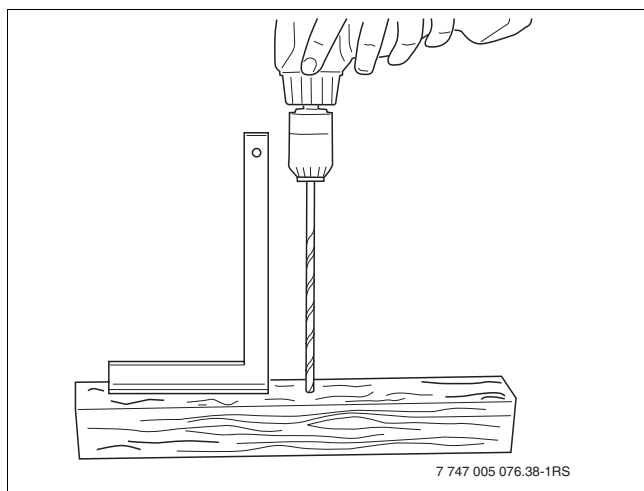

Fig. 36 Elaborar una plantilla para taladrar
i Con la broca para madera, taladrar exactamente en un ángulo de 90° a través de la construcción inferior del tejado para obtener posteriormente una superficie plana de colocación entre el caballete de soporte y el perfil. Para ello es conveniente elaborar una guía o plantilla para taladrar. Tomar una madera escuadrada de aprox. 0,50 - 1,00 m. Taladrar un agujero pasante (Ø 6 mm) vertical en la madera escuadrada (→ Fig. 36).
- ▶ Determinar la longitud de la broca necesaria según el siguiente cálculo (→ Fig. 36):